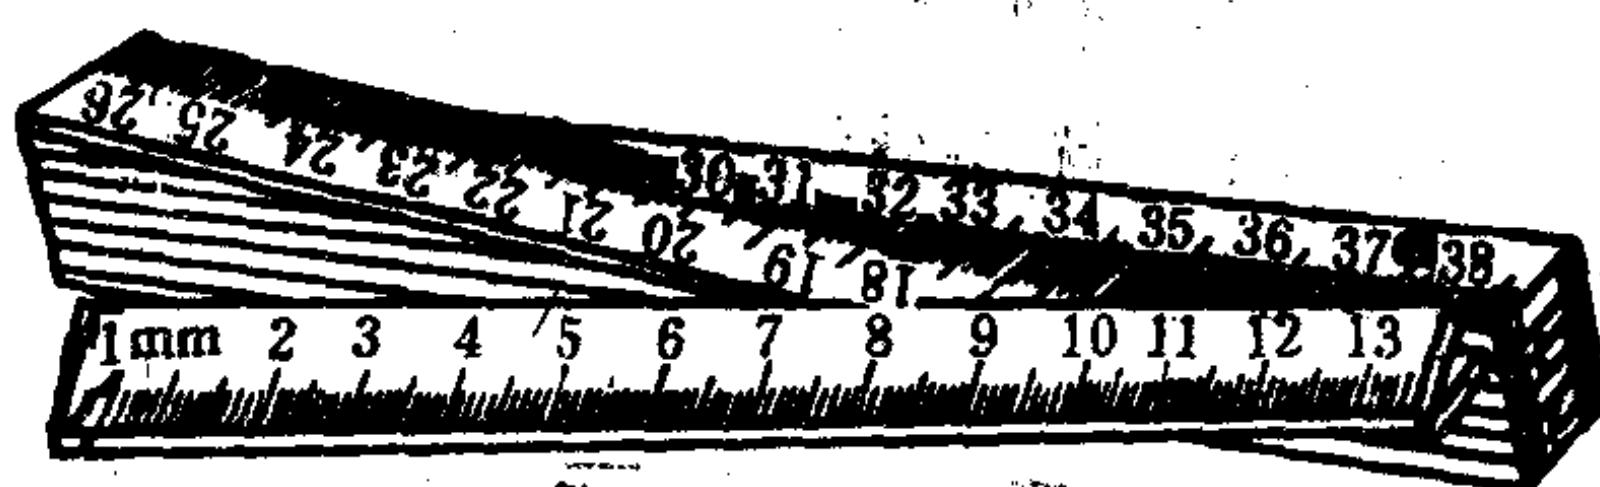

图2-2 八折尺
2. 折尺 木工折尺有八折尺、四折尺两种。折尺可以连续度量较长的工件，还可以用折尺的一折代替直尺来划线。现在使用较多的是八折尺，如图2-2所示。